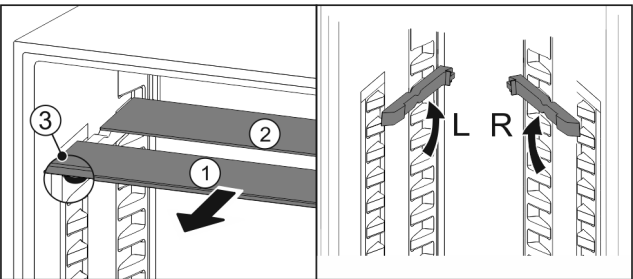

Fig. 54
- Estrarre Fig. 54 (1) i ripiani singolarmente tirando in avanti come da figura.
- ▷ Il ripiano Fig. 54 (1) con il motivo ornamentale è nella parte anteriore.
- ▷ I fermi Fig. 54 (3) sono rivolti verso il basso.